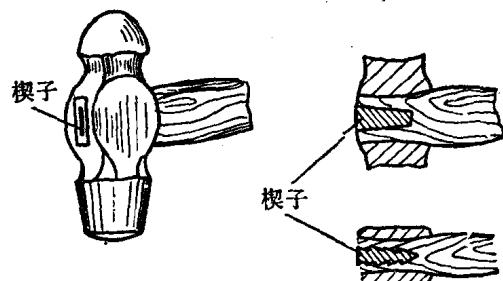

图2.5 锤柄端部打入楔子
(2) 錾削姿势练习时的安全知识 使用手锤应先检查锤与手柄连接是否松动，楔子是否松脱(图2.5)，木柄有无裂缝。锤柄不可沾水或油，以免使用时滑出。錾子头部如有毛刺应即磨去。手锤放置时应放在虎钳右边，锤柄不得露在钳台外面，以免掉下时砸伤脚。錾子应放在虎钳的左边。